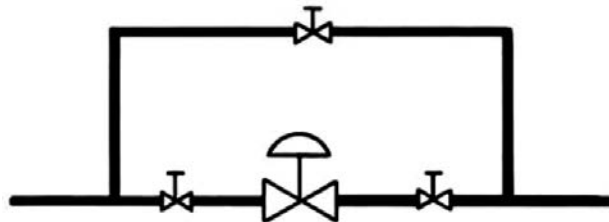

Bild 2
3.2 För att möjliggöra inspektion på kretsen, underhåll eller borttagande av ventilen utan något serviceavbrott ska en manuellt styrd stoppventil tillhandahållas på varje sida av 10000-seriens ventil med en manuellt styrd strypventil monterad i förbikopplingskretsen (Se bild 2).